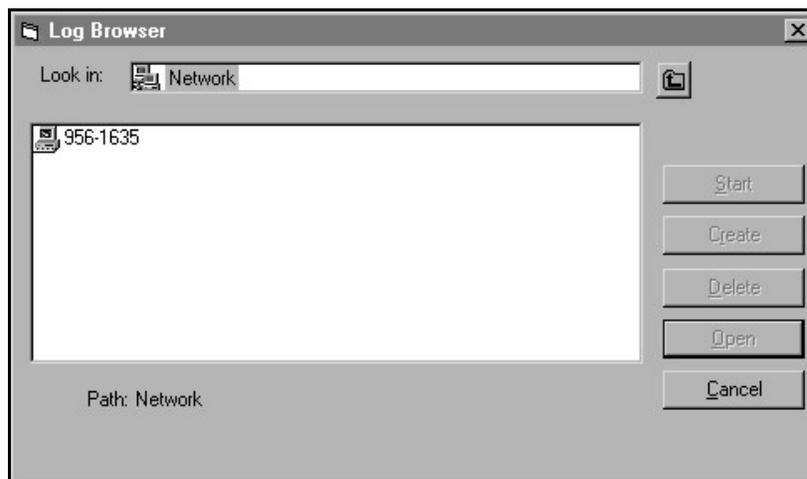

Figure 14: sélection de l'ordinateur
- Cliquez sur l'option *Log Browser* (Navigateur de journaux). La boîte de dialogue illustrée *Figure 14* ci-dessous s'affiche.